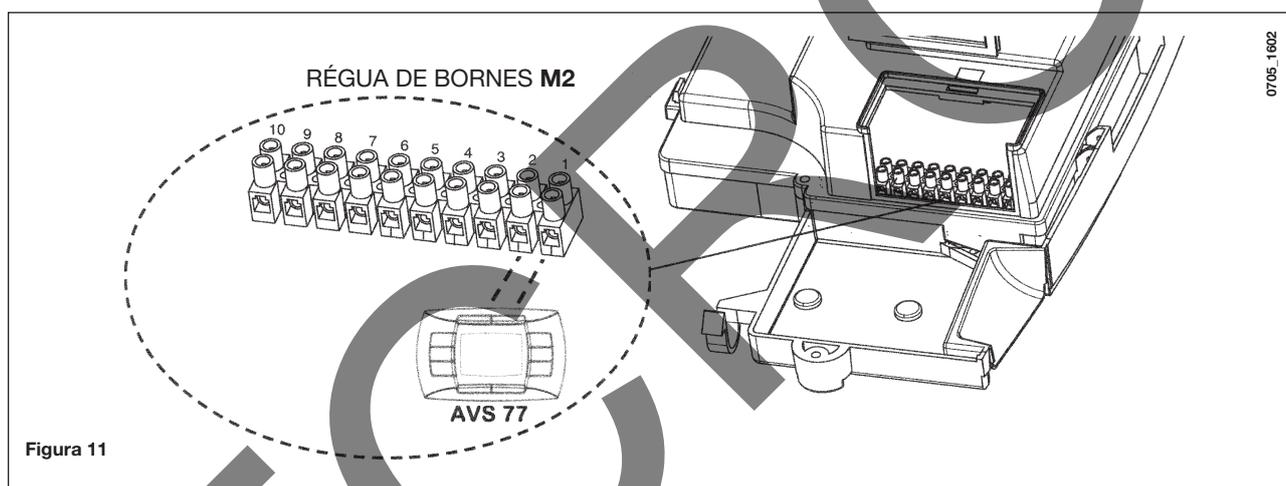

Figura 11
3. Passar os dois cabos vermelhos procedentes da régua de bornes M2 (situada no quadro de controlo, ver figura 11), através do alojamento previsto para o regulador climático no painel frontal;